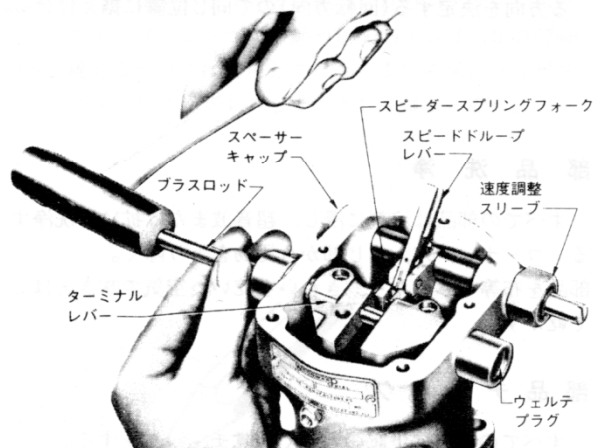

図 3-3. 出力軸取外し図
6. 5/8"直径のブラスロッドをターミナルスリーブ(46)とレバー(56)を通して使い、反対側のスタブシャフト(57)とウェルチプラグ(65)をスリーブ(45)から抜いて、ターミナルレバー(56)を持ち上げてははずす。図3-3参照。